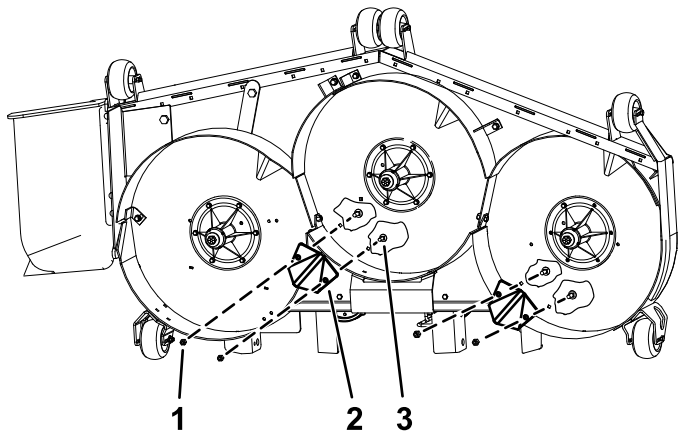

Figure 5
1. Retirez les boulons et écrous existants des trous de montage des kickers (Figure 5).
2. Montez les kickers neufs sur le plateau de coupe aux emplacements indiqués à la Figure 5.
3. Serrez les kickers à l'aide de 4 boulons de carrosserie (5/16" x 1") et 4 contre-écrous (5/16"), comme montré à la Figure 5.